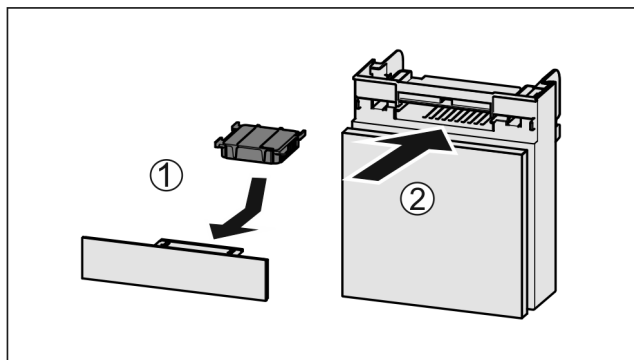

Fig. 56
- ▶ Introduceți Fig. 56 (1) filtrul de cărbune activ după cum se vede în figură.
- ▶ Împingeți Fig. 56 (2) compartimentul în interior.